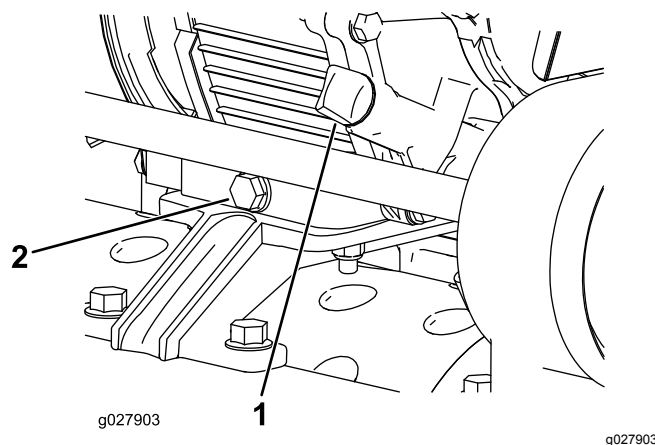

Figura 29
1. Aparque la máquina en una superficie nivelada y limpie el área alrededor del indicador del nivel de aceite (Figura 29).
2. En la parte trasera de la máquina, coloque un recipiente debajo del tapón de vaciado (Figura 29). Afloje el tapón de vaciado.